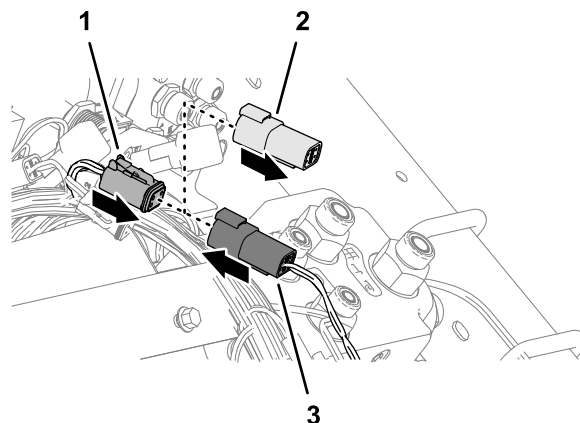

図 92
4. CAN 1 ISOBUS (図 92) というラベルの付いた4ソケットコネクタのジオリンクワイヤハーネスからキャップを取り外します。
5. ISOBUS CONNECTIONというラベルの付いたキットワイヤハーネスの4ピンコネクタを、CAN 1 ISOBUS というラベルの付いた4ソケットコネクタに差し込みます (図 92)。